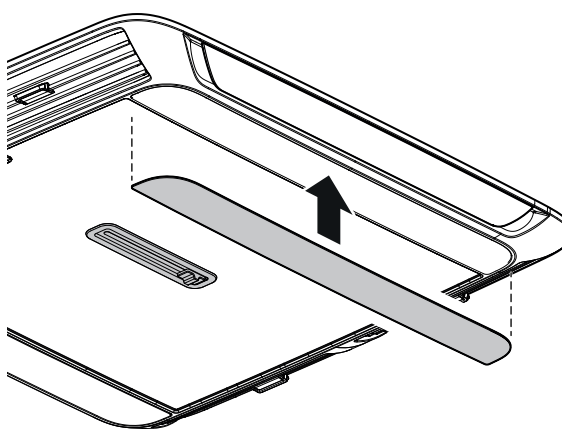

Figura 27
- Fissare i due profili alla parte inferiore del distributore d'aria (Figura 27).